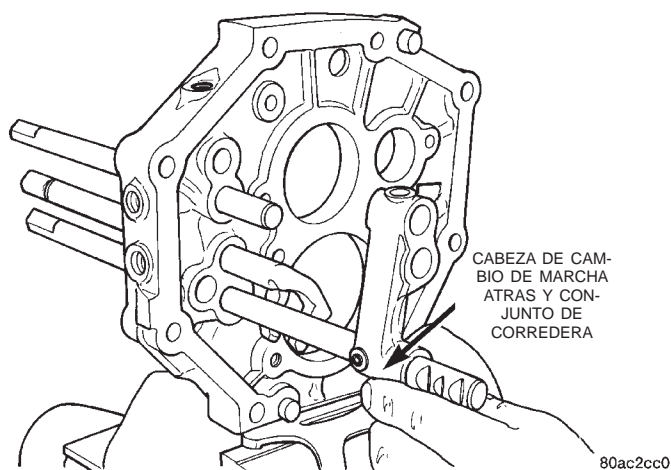

Fig. 69 Desmontaje de cabeza de cambio de marcha atrás y conjunto de corredera
(25) Retire la cabeza de cambio de marcha atrás y la corredera (Fig. 69).
(26) Retire el anillo de muelle que fija la corredera de cambios de marcha atrás en la placa intermedia.